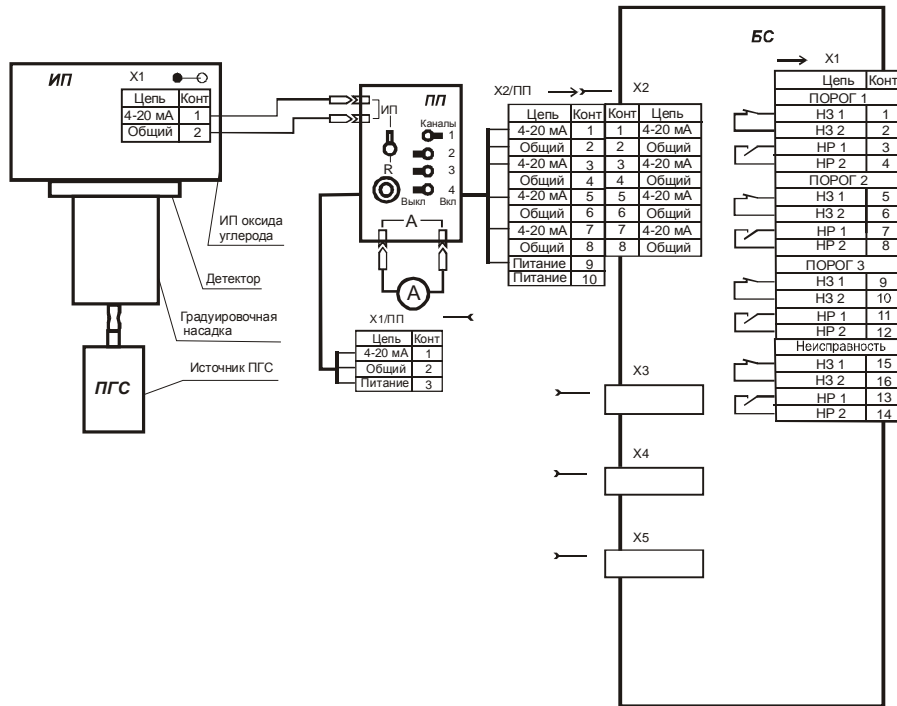

РИС. 9
3.1.3. Проверка работоспособности газоанализатора заключается в проверке срабатывания сигнализации. Схема проверки представлена на рис. 9.